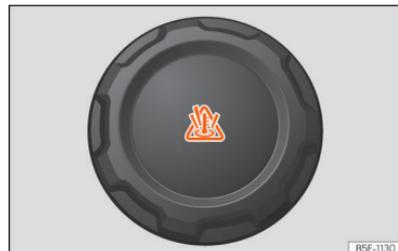

Fig. 210 Compartimento dianteiro: tampão do depósito de expansão do líquido de refrigeração.
- O depósito de expansão do líquido de refrigeração do motor é reconhecido pelo símbolo que existe sobre a tampa 📖. »» **Fig. 210**